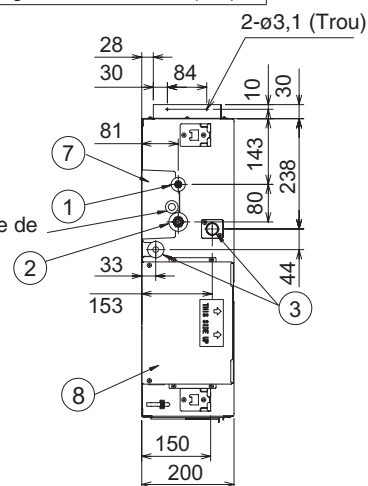

Fig. 3-2
- Le schéma indique les dimensions détaillées de l'unité intérieure. (Fig. 3-2)